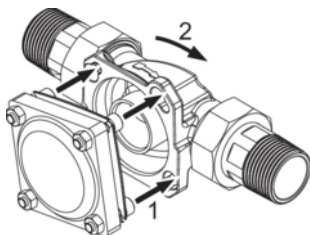

Abb. 5: Schrauben durchführen und einrasten
4. Das Gerät an den geräteseitigen Flansch („G“) des eingebauten Umgehungsventils ansetzen und die Schraubenköpfe durch die Bajonettbohrungen des Umgehungsventils führen (Befestigungsprinzip siehe Abbildung 5).